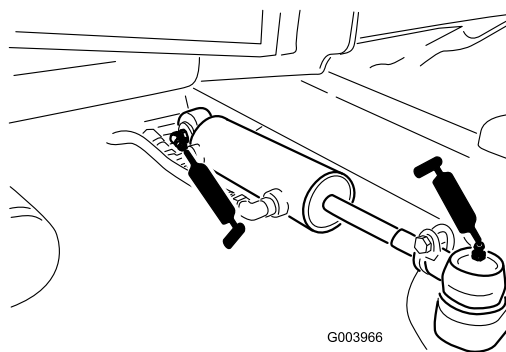

図 57
- ・ ステアリング・シリンダのボール・ジョイント (2ヶ所) (図 57)